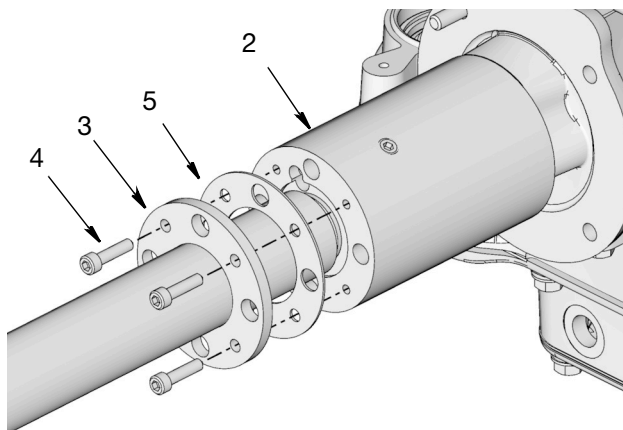

Рис. 21
Выкрутите винты (4), крепящие трубку (3) к переходнику насоса (2). Извлеките трубку и прокладку (5), и отложите эти детали в сторону для использования во время обратной сборки (Рис. 21).